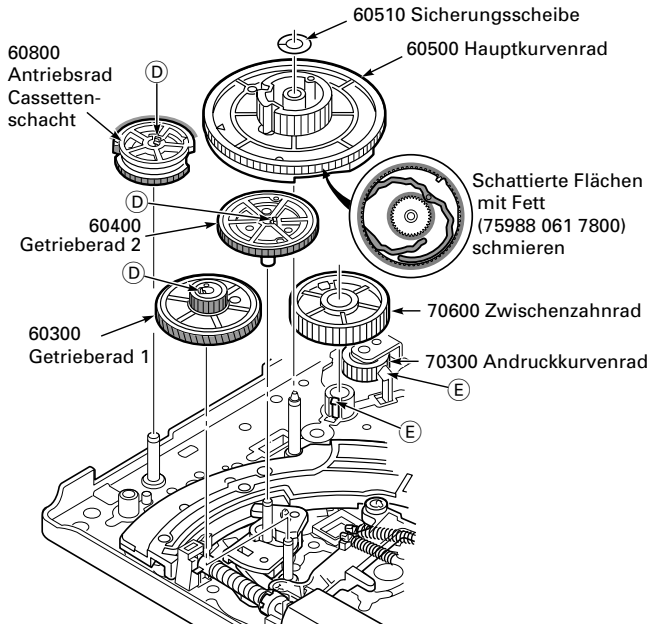
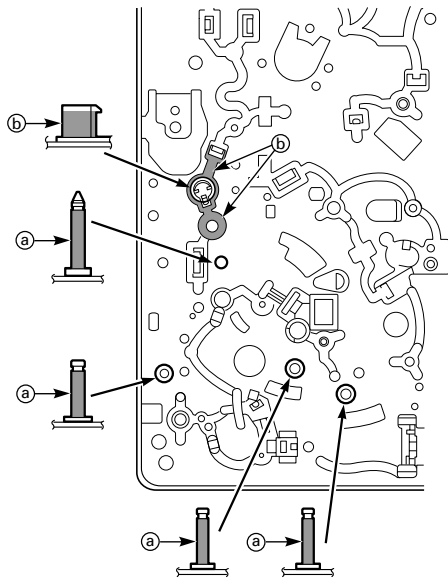

Fig. 8.11
Fig. 8.12
- Rasthaken **(D)** austrasten und Cassettenschachtantriebsrad (60800), Getrieberad 2 (60400) und Getrieberad 1 (60300) abziehen (Fig. 8.11).
- Sicherungsscheibe (60510) abnehmen und Hauptkurvenrad (60500) abziehen (Fig. 8.11).
- Rasthaken **(E)** austrasten und Zwischenzahnrad (70600) abziehen (Fig. 8.11).
**Hinweis:** Die Antriebsräder (60300, 60400, 60500, 60800, 70600 und 70300) und Schieber (60600 und 0600) müssen beim Einbau in die **Eject**-Position gebracht werden (Fig. 8.1, Fig. 8.2 und Fig. 8.11).
- Verwenden Sie zum Schmieren des Cassettenschacht- und Hauptschieberantriebs ausschließlich die vorgeschriebenen Schmiermittel **75988 061 7800** und **75988 061 7900** und beachten Sie die Schmierhinweise in den Fig. 8.11 und Fig. 8.12!